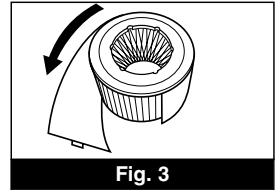

Fig. 3
**Paso 7:** Enrolle cuidadosamente el prefiltro alrededor del filtro HEPA de modo que los extremos queden juntos (Fig. 3). Una los extremos con el sujetador pro visto.